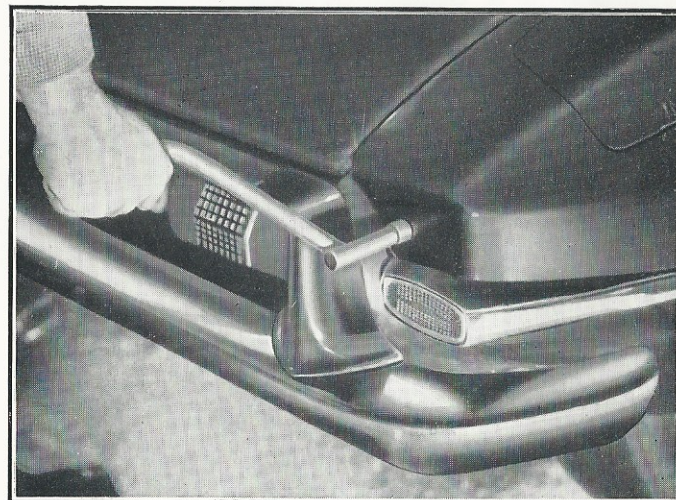

Fig. 13.
— Skru møtriken af (fig. 13) og træk derefter skærmen bagud (fig. 14).
- Monter bagskærmen igen. Anbring først de to tappe i de i skærmen tilsvarende huller (fig. 14). **Skærmen skubbes godt i bund fremefter.** Skru derefter møtriken til (fig. 13).